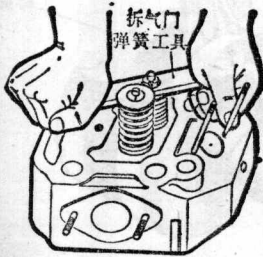

图2 拆卸气门
(1) 拆卸 气 缸 盖 罩 和 气 缸 盖	① 旋下机油压力指示阀进油处的管接螺栓;卸下气缸盖罩 ② 取下空气滤清器和进气管;取下消声器和排气管 ③ 拆下气门摇臂轴支座等机件,取出进、排气门推杆 ④ 拆下高压油管;旋下喷油器压板上的螺母,取下压板和喷油器 ⑤ 拆下气缸盖和气缸盖衬垫;拧松气缸盖螺母时,应按对角次序交替进行 ⑥ 照图 2 那样,压缩气门弹簧,拆下气门锁夹、气门弹簧座和 气门弹簧,然后取出气门 另外,旋下吊环,取下水箱和油箱